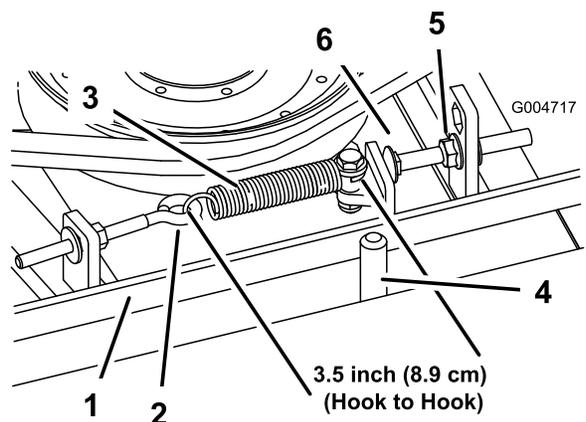

Рисунок 97
При правильном натяжении результат измерения натяжной пружины внутри (между крюками) должен быть приблизительно равен 8,27–9,53 см. Достигнув правильного натяжения пружины, отрегулируйте упорный болт (кадетный болт) так, чтобы зазор между головкой болта и рычагом натяжного шкива составлял приблизительно 0,17–0,4732 см (Рисунок 97).
Примечание: Убедитесь, что ремень расположен на направляющей ремня со стороны пружины (Рисунок 97).
2. Ослабьте рым-болт, чтобы можно было снять пружину растяжения (Рисунок 97).
3. Ослабьте фланцевую гайку, которая крепит упорный болт к монтажному выступу, и отодвиньте натяжной ролик от ремня, чтобы ослабить натяжение ремня (Рисунок 97).
9. Подсоедините пружину растяжения (Рисунок 97) к рым-болту и натяните ремень следующим образом: